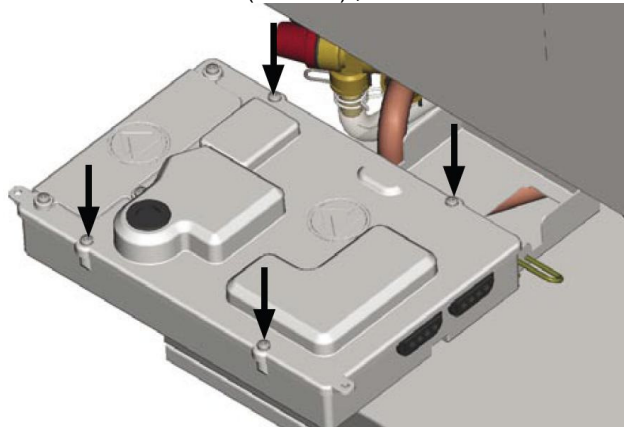

Рис. 20. Демонтаж панели – горизонтальное положение
3) Установи панель в горизонтальном положении (Рис. 20),,